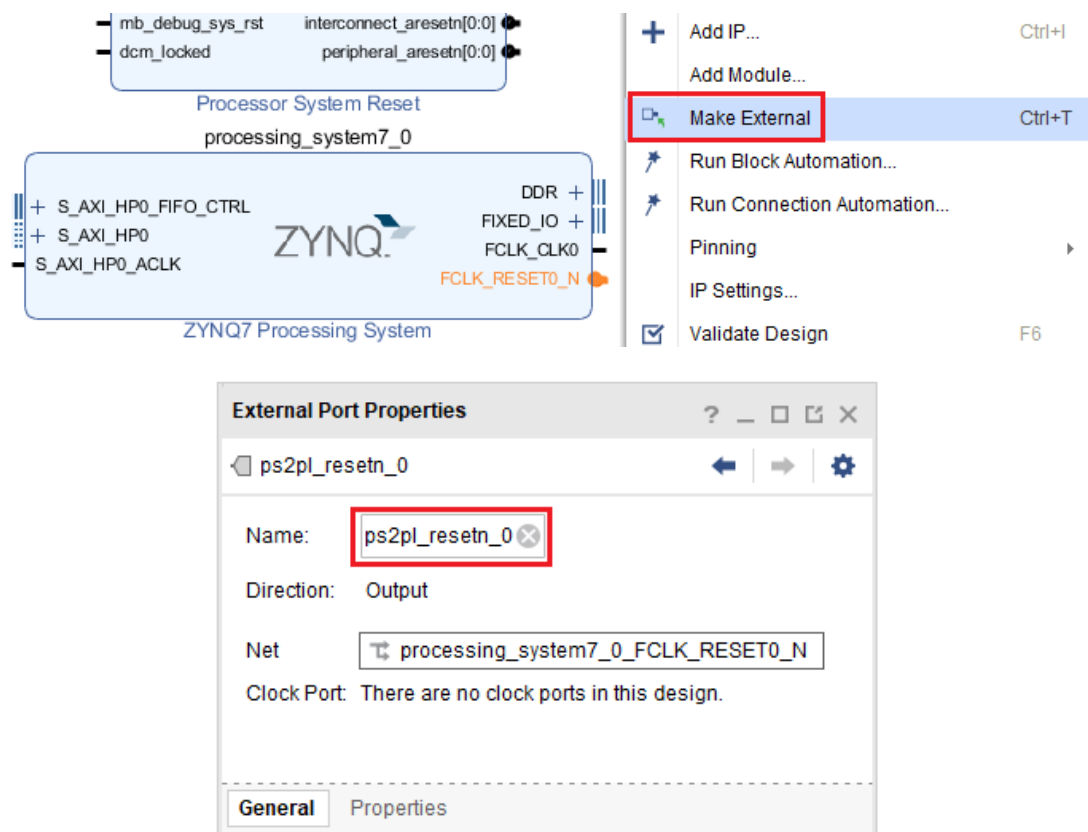

图 39-21 导出引脚与重命名
1. 选中 ZYNQ 核的 FCLK_RESET0_N 接口，右键选择 Make External 导出该接口。该接口将作为 PS 侧输出给 PL 的复位信号，为了方便区分，在左侧的 External Port Properties 中将端口重命名为 ps2pl_resetn_0。操作步骤参考图 39-21：